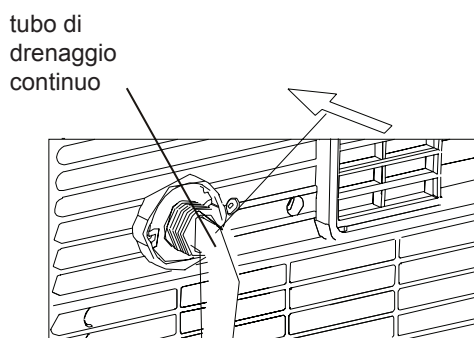

Fig.22
- Togliere il tappo di gomma sulla parte posteriore dell'unità e collegare un tubo di scarico all'uscita di drenaggio. Inserire l'estremità aperta del tubo direttamente sopra l'area di scarico desiderata (Vedere Fig.22 e 23).